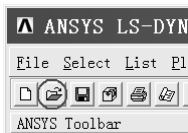

图 6-7 “OPEN ANSYS
(6) 单击“14.0: ANSYS Mechanical APDL Product Launcher [Profile:\*\*\*La...”窗口中的“Run”按钮，弹出 ANSYS LS-DYNA 操作界面。
(7) 单击 ANSYS LS-DYNA 操作界面左上角处的“OPEN ANSYS File”按钮（见图 6-7），打开“D:\Ch6\drop hammer”目录中的“drop